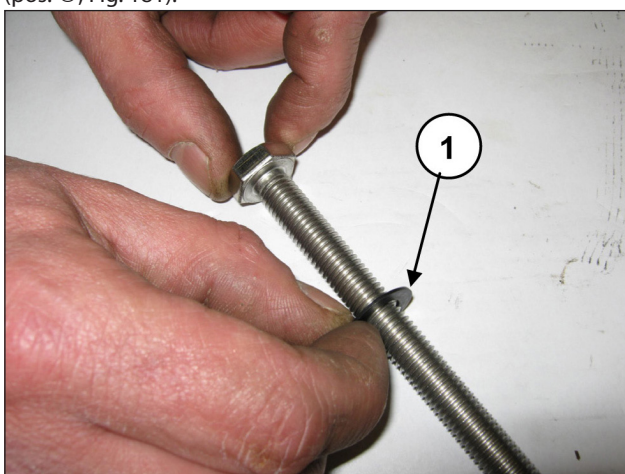

Fig. 181
Inserire la rosetta Ø10x18x0.9 nella vite fissaggio pistone (pos. ①, Fig. 181).